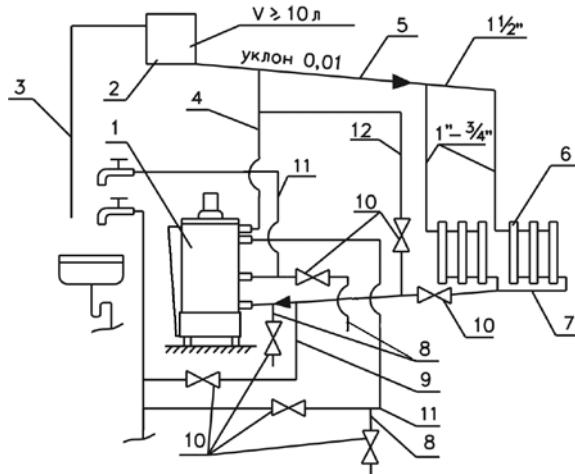

Рис.4 Схема системы отопления и горячего водоснабжения.
6.12. Заполните систему отопления водой. Контроль заполнения системы отопления осуществляется по трубе сигнальной 3 (Рис.4).
6.20. При длительном отборе горячей воды рекомендуем: для повышения температуры и объема горячей воды предварительно установить гайку регулировочную 6 (Рис.2) на температуру 90 °С и закрыть вентиль 10 (Рис.4) на магистрали обратной воды 7 в системе отопления.
6.21. На летний период закрыть вентиль 10 (Рис.4) на магистрали 7 обратной воды и открыть вентиль 10 на магистрали 12. На осенне-зимний период вентиль 10 на магистрали 12 закрыть, а вентиль 10 на магистрали 7 открыть.
8.4. В случае прекращения работы аппарата в зимнее время на продолжительный срок (свыше суток) полностью слейте воду из системы отопления и системы горячего водоснабжения через вентили 10 сливных магистралей 8 (Рис.4) во избежание ее замерзания.